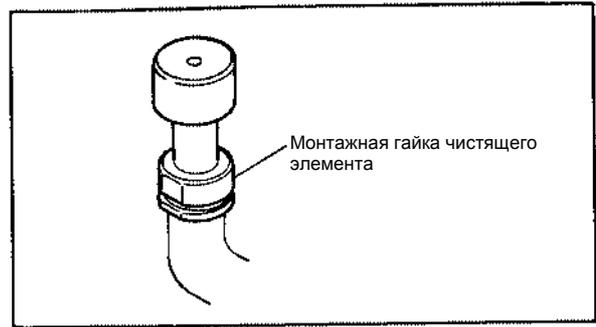

Рисунок 3-9. Монтажная гайка чистящего элемента
- (3) Чтобы снять держатель очистителя отсоедините провода в гибком кабелепроводе от соединительной распределительной коробки. Перенесите держатель очистителя в безопасное место.
- (4) Чтобы снять ультразвуковой чистящий элемент с держателя ослабьте монтажную гайку чистящего элемента. Смотрите Рисунок 3-9.